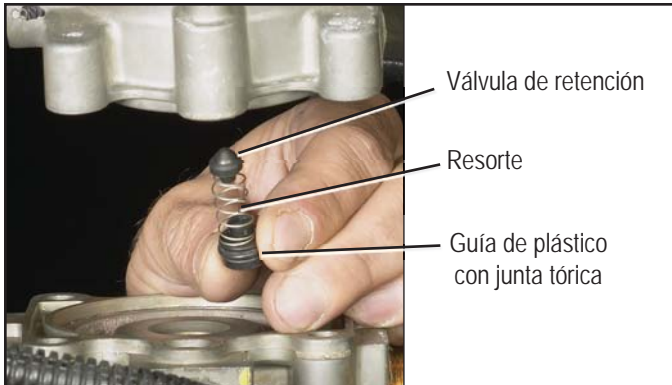

Figura 9 - VÁLVULA DE RETENCIÓN INTERNA
- Como se muestra en la figura 9, retire la guía de plástico, el resorte y la válvula de retención del agujero de la misma y deséchelos. Nota: La válvula de retención puede adherirse a su asiento en el cuerpo superior. Asegúrese de retirar todos los componentes antes de ir al siguiente paso.